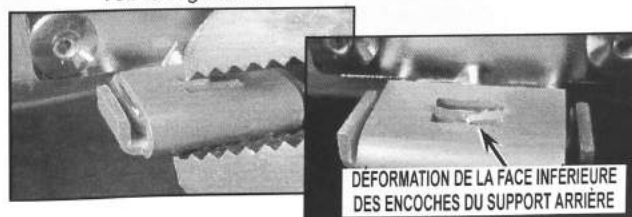

FIGURE 11
- c) Immobiliser le support sur la languette en déformant la face inférieure des encoches du support arrière. Voir la Figure 11.